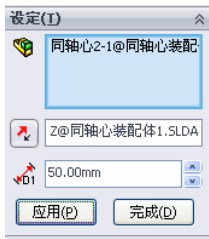

图 13-14 设置方向和距离
④ 设置爆炸方向。单击如图 13-13 所示中坐标的某一方向，并在距离中设置爆炸距离，如图 13-14 所示。